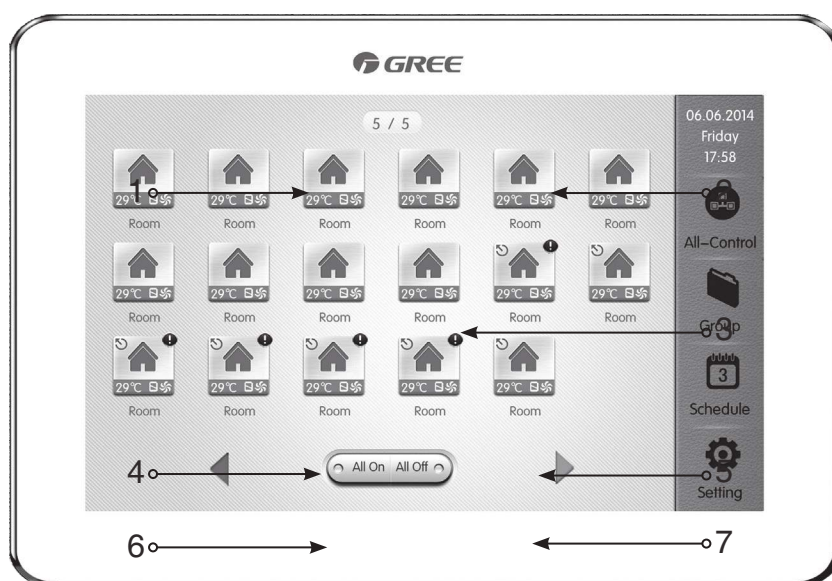

Рис. 7.4.
7.1.4. Проводной центральный пульт управления CE52-24/F(C) (рис. 7.4).